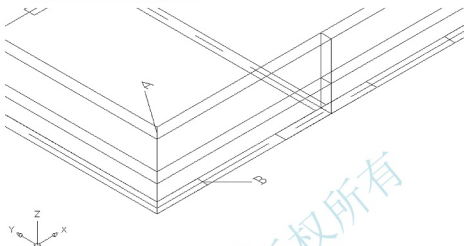
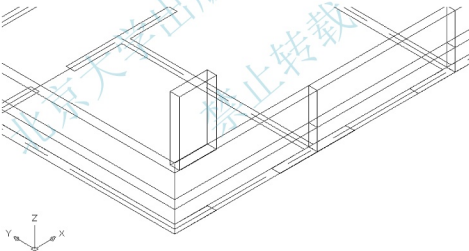

图 6.13 多段线起点和终点的位置
图 6.14 绘制窗间墙
(2) 启动【多段线】命令（快捷键 PL）。
① 在指定起点：提示下，捕捉如图 6.13 中所所示的 A 点作为多段线的起点。由于当前线宽为“240”，所以不需修改线的宽度。
② 在指定下一点或 [圆弧(A)/闭合(C)/半宽(H)/长度(L)/放弃(U)/宽度(W)]: 提示下，捕捉如图 6.13 中所所示的 B 点作为多段线的终点，按 Enter 键结束命令，结果如图 6.14 所示。
- 图 6.13 中的 A 点和 B 点并不在一个水平面上，但绘制出的多段线的起点和终点却在同一个水平面上，这是因为【多段线】命令是一个二维绘图命令，多段线的 Z 坐标值是由起点的坐标值决定的，所以多段线的终点并不与 B 点相重合，这是绘制三维模型时的一个技巧。